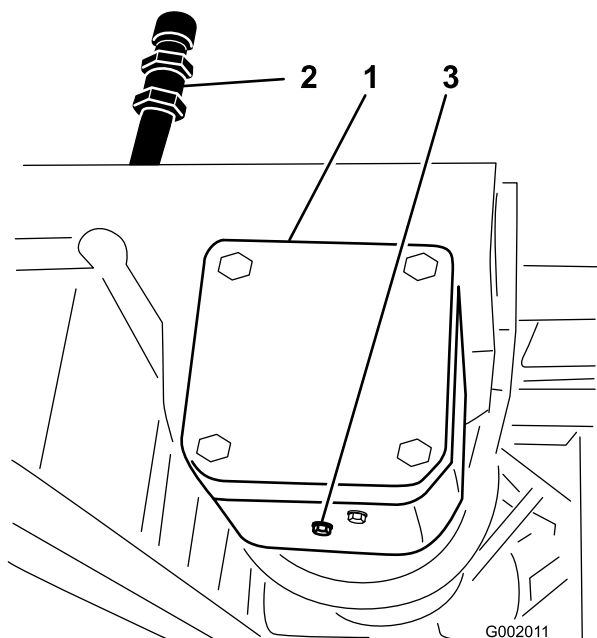

図 69
2. ドレン・プラグの下にオイルを受ける容器をおく(図 69)。
3. 補給口プラグとドレン・プラグを取り (図 69)、排出されるオイルを容器で回収する。